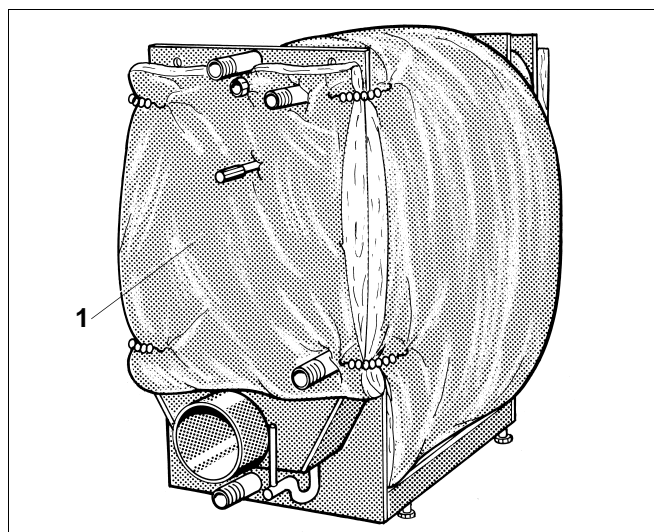

Abb. 6 Rückwandwärmeschutz befestigen
- Rückwandwärmeschutz (Abb. 6, **Pos. 1**) entsprechend den Ausbrüchen an die Kesselrückwand anlegen und rechts und links am Umfangwärmeschutz mit je 2 Spannfedern befestigen (Abb. 6).